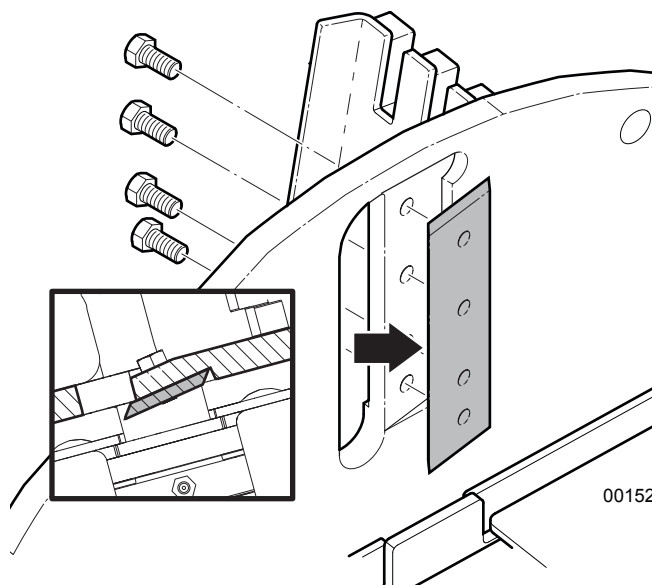

Fig. 59—Installer un couteau de rotor
10. Placez le couteau du rotor dans le logement et installez les fixations du couteau du rotor. Consultez *Fig. 59*.